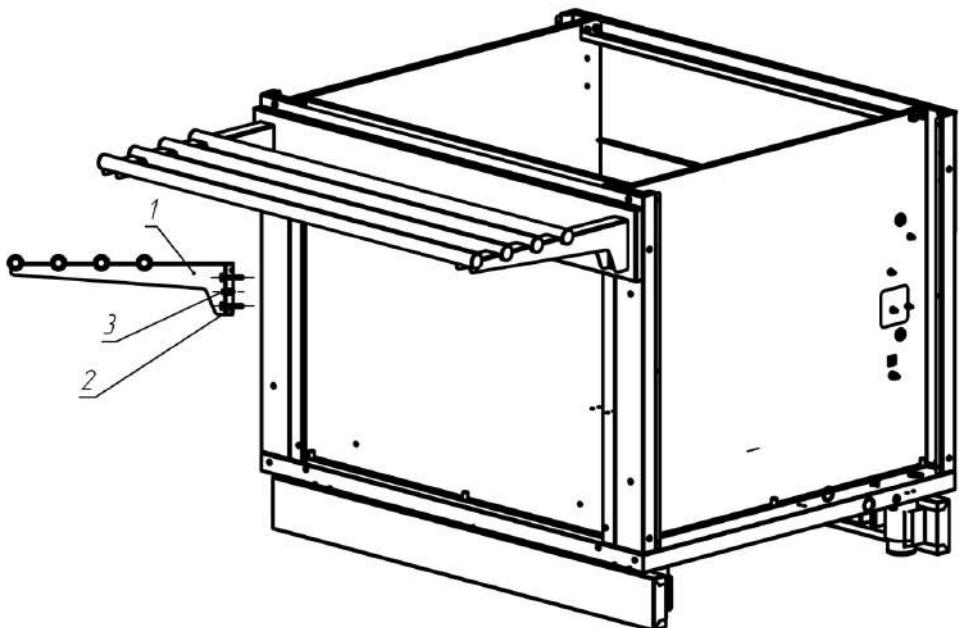

Рис. 1
- Закрепить кронштейны направляющей подносов поз. 1 болтами поз. 2 (M6x50=4 шт.), крепёж до конца временно не затягивать (рис. 1);